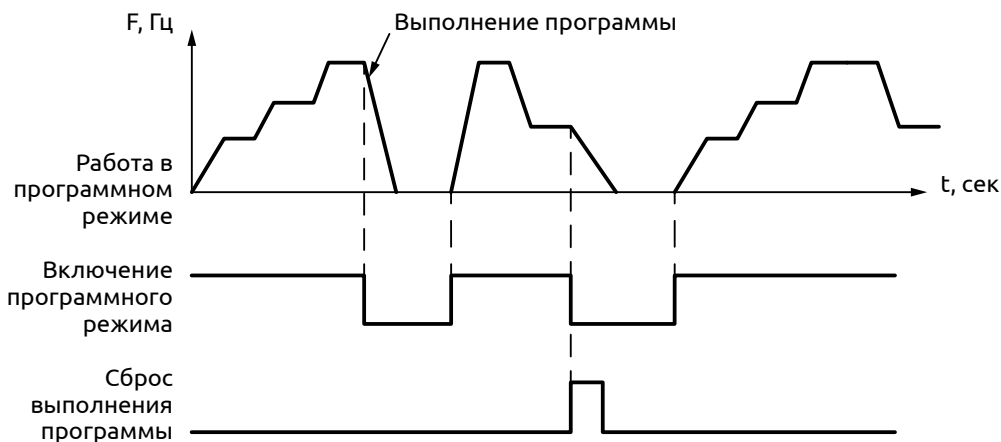

Рисунок 63 – Сброс выполнения программы
Включение программного режима управления по фиксированным уставкам времени и частоты осуществляется подачей сигнала на дискретный вход (см. рисунок 63).
**25:** Сброс выполнения программы (см. рисунок 63)